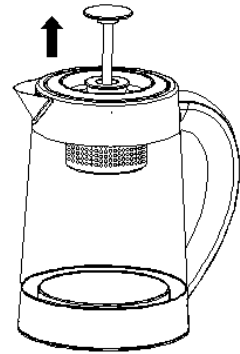

Fig. 8
2. Platzieren Sie den Deckel nach Zugabe von Wasser richtig. Heben Sie den Teebeutel Abb.8 nach dem Abdecken des Deckels an und stellen Sie den Wasserkocher auf die Basisstation; Stecken Sie den Netzstecker in die entsprechende Steckdose und der Summer piepst zweimal und alle Anzeigen leuchten für eine Sekunde. Der Wasserkocher befindet sich also im Bereitschaftszustand, wenn keine andere Bedienung erfolgt.